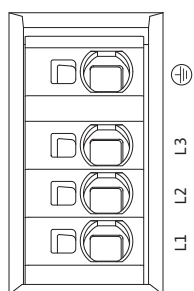

Fig.31: Силовые клеммы (сетевые соединительные клеммы)
- Силовые клеммы (сетевые соединительные клеммы) (рис. 31)